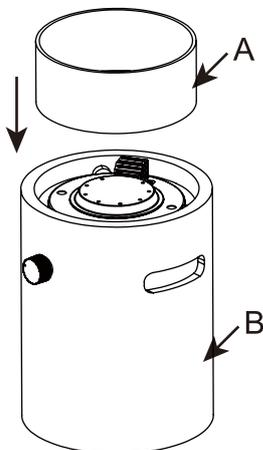

Abbildung 4
3. Setzen Sie den Glasschirm (A) auf die Oberseite des Körper der Feuerstelle (B) (Abb. 4).